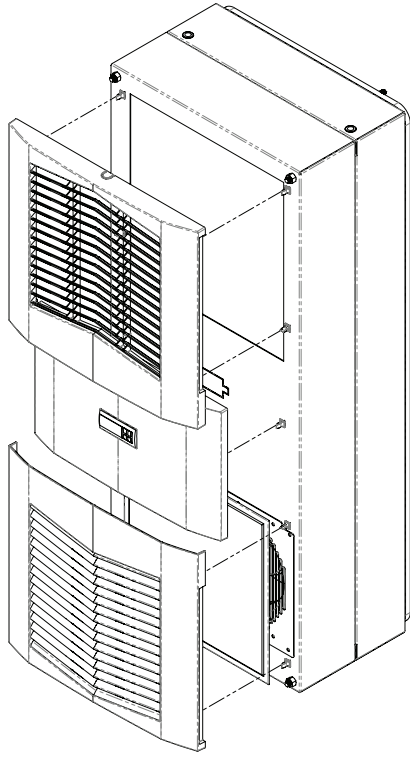

Abbildung 3
1. Entfernen Sie vorsichtig die Frontabdeckung und ggf. die Blechplatte des Geräts, indem Sie es nach vorne ziehen (siehe Abbildung 3 auf Seite 9).